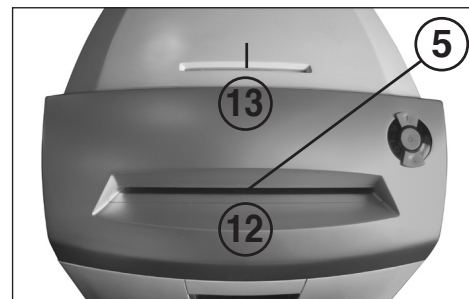

Fig. 3
5 = Barreira luminosa (marcha para frente) (Fig. 3)
12 = Ranhura de alimentação (Fig. 3)
13 = Ranhura de alimentação de segurança (Fig. 3)
Papel – inserir o papel na ranhura de alimentação (12) (Fig. 3) para que o cortador possa trabalhar.
Suportes informáticos (CD, DVD ou cartões de crédito) – inserir suportes informáticos um por um na ranhura de alimentação de segurança em separado (13) (Fig. 3) para que o cortador possa trabalhar.